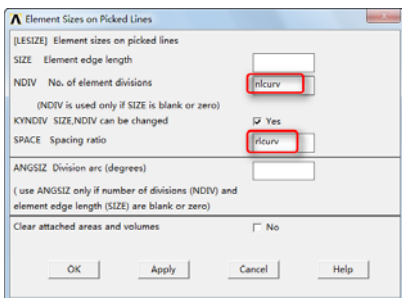

图 10-65 “Element Sizes on Picked Lines”对话框
→Picked Lines, 会弹出“Element Size on ...”对话框, 单击“Pick All”按钮, 会弹出“Element Sizes on Picked Lines”对话框, 如图 10-65 所示, 在“NDIV No. of element divisions”输入框输入 nlcurv, 在“SPACE Spacing ratio”输入框输入 rlcurv, 单击“OK”按钮关闭该对话框。
⑧依次选择 Main Menu→Preprocessor→Meshing→Size Cntrls→ManualSize→Lines→Picked Lines, 会弹出“Element Size on ...”对话框, 单击“Pick All”按钮, 会弹出“Element Sizes on Picked Lines”对话框, 如图 10-65 所示, 在“NDIV No. of element divisions”输入框输入 nscurv, 在“SPACE Spacing ratio”输入框输入 rscurv, 单击“OK”按钮关闭该对话框。
⑪依次选择 Main Menu→Preprocessor→Meshing→Size Cntrls→ManualSize→Lines→Picked Lines, 会弹出“Element Size on ...”对话框, 单击“Pick All”按钮, 会弹出“Element Sizes on Picked Lines”对话框, 如图 10-65 所示, 在“NDIV No. of element divisions”输入框输入 nisapan, 在“SPACE Spacing ratio”输入框输入 1, 单击“OK”按钮关闭该对话框。
⑫依次选择 Utility Menu→Select→Entities, 会弹出“Select Entities”对话框。在第
⑭依次选择 Main Menu→Preprocessor→Meshing→Size Cntrls→ManualSize→Lines→Picked Lines，会弹出“Element Size on ...”对话框，单击“Pick All”按钮，会弹出“Element Sizes on Picked Lines”对话框，如图 10-65 所示，在“NDIV No. of element divisions”输入框输入 nspan，在“SPACE Spacing ratio”输入框输入 rspan，单击“OK”按钮关闭该对话框。
⑰依次选择 Main Menu→Preprocessor→Meshing→Size Cntrls→ManualSize→Lines→Picked Lines，会弹出“Element Size on ...”对话框，单击“Pick All”按钮，会弹出“Element Sizes on Picked Lines”对话框，如图 10-65 所示，在“NDIV No. of element divisions”输入框输入 nilen，在“SPACE Spacing ratio”输入框输入 rilen，单击“OK”按钮关闭该对话框。
⑳依次选择 Main Menu→Preprocessor→Meshing→Size Cntrls→ManualSize→Lines→Picked Lines，会弹出“Element Size on ...”对话框，单击“Pick All”按钮，会弹出“Element Sizes on Picked Lines”对话框，如图 10-65 所示，在“NDIV No. of element divisions”输入框输入 nolen，在“SPACE Spacing ratio”输入框输入 rolen，单击“OK”按钮关闭该对话框。
②③ 依次选择 Main Menu→Preprocessor→Meshing→Size Cntrls→ManualSize→Lines→Picked Lines, 会弹出“Element Size on ...”对话框, 单击“Pick All”按钮, 会弹出“Element Sizes on Picked Lines”对话框, 如图 10-65 所示, 在“NDIV No. of element divisions”输入框输入 nolen, 在“SPACE Spacing ratio”输入框输入 1/rolen, 单击“OK”按钮关闭该对话框。
②⑥ 依次选择 Main Menu→Preprocessor→Meshing→Size Cntrls→ManualSize→Lines→Picked Lines, 会弹出“Element Size on ...”对话框, 单击“Pick All”按钮, 会弹出“Element Sizes on Picked Lines”对话框, 如图 10-65 所示, 在“NDIV No. of element divisions”输入框输入“nospan”, 在“SPACE Spacing ratio”输入框输入“rospan”, 单击“OK”按钮关闭该对话框。